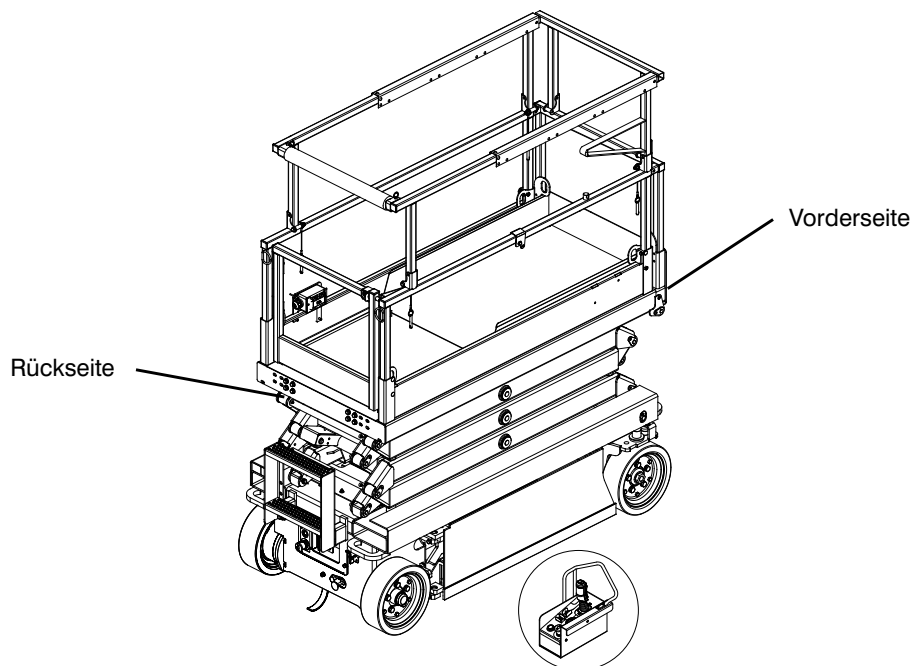

Abbildung 3-9. Steuerpult mit langem Kabel außerhalb der Plattform
- **Sicherstellen, dass Bediener und Steuerpult ordnungsgemäß in die selbe Richtung wie die Arbeitsbühne ausgerichtet sind (siehe Abbildung 3-9).**